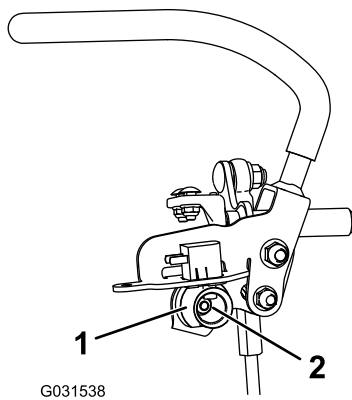

Bild 70
7. Lockern Sie die Mutter, mit der die Nocke befestigt ist (Bild 70).